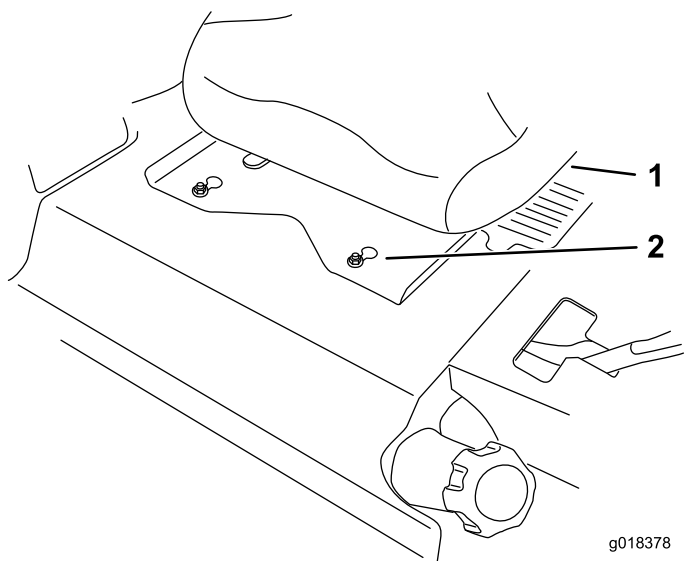

Figura 67
7. Fate scorrere il sedile e la relativa piastra in avanti in modo che i dadi anteriori entrino nel foro della chiave (Figura 67).